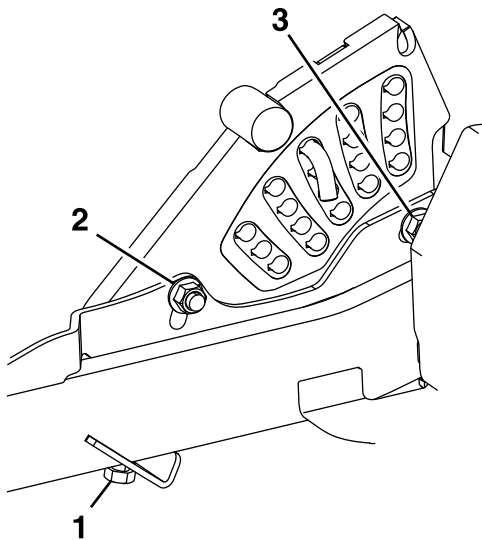

Figura 73
7. Si la carcasa está demasiado baja, apriete el perno del ajuste de un solo punto girándolo en el sentido de las agujas del reloj (Figura 73).